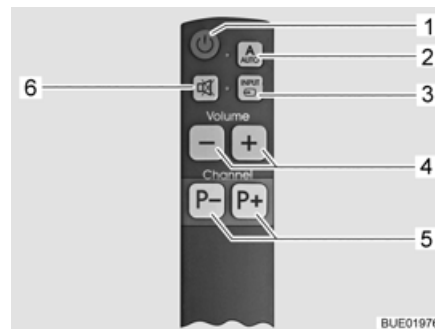

Bild 28 Vereinfachte Fernbedienung (optional)
- Anlage einschalten:** ■ Taste AUTO (Bild 27,2 oder Bild 28,2) 1 Sekunde lang drücken. Fernsehgerät und Steuereinheit sind damit eingeschaltet.
- TV-Programm wählen:** ■ Programmwahltasten (Bild 27,4 oder Bild 28,5) drücken, bis das gewünschte TV-Programm gewählt ist.
- Signalquelle wählen:** ■ Taste INPUT (Bild 27,3 oder Bild 28,3) so oft drücken, bis die gewünschte Signalquelle ausgewählt ist.
- Um zur Satellitenkanal-Anzeige zurückzukehren, Taste INPUT (Bild 27,3 oder Bild 28,3) so oft drücken, bis die Signalquelle DVB-S2 ausgewählt ist.
- Anlage ausschalten:** ■ Taste AUTO (Bild 27,2 oder Bild 28,2) drücken.
- Taste Fernsehgerät Ein/Aus (Bild 27,1 oder Bild 28,1) drücken. Die Steuereinheit wird nicht eingeschaltet, die Antenne bleibt in Parkposition.
- Taste INPUT (Bild 27,3 oder Bild 28,3) so oft drücken, bis die gewünschte Signalquelle (z. B. DVD) ausgewählt ist.
- Zum Ausschalten des Fernsehgeräts Taste Fernsehgerät Ein/Aus (Bild 27,1 oder Bild 28,1) drücken.